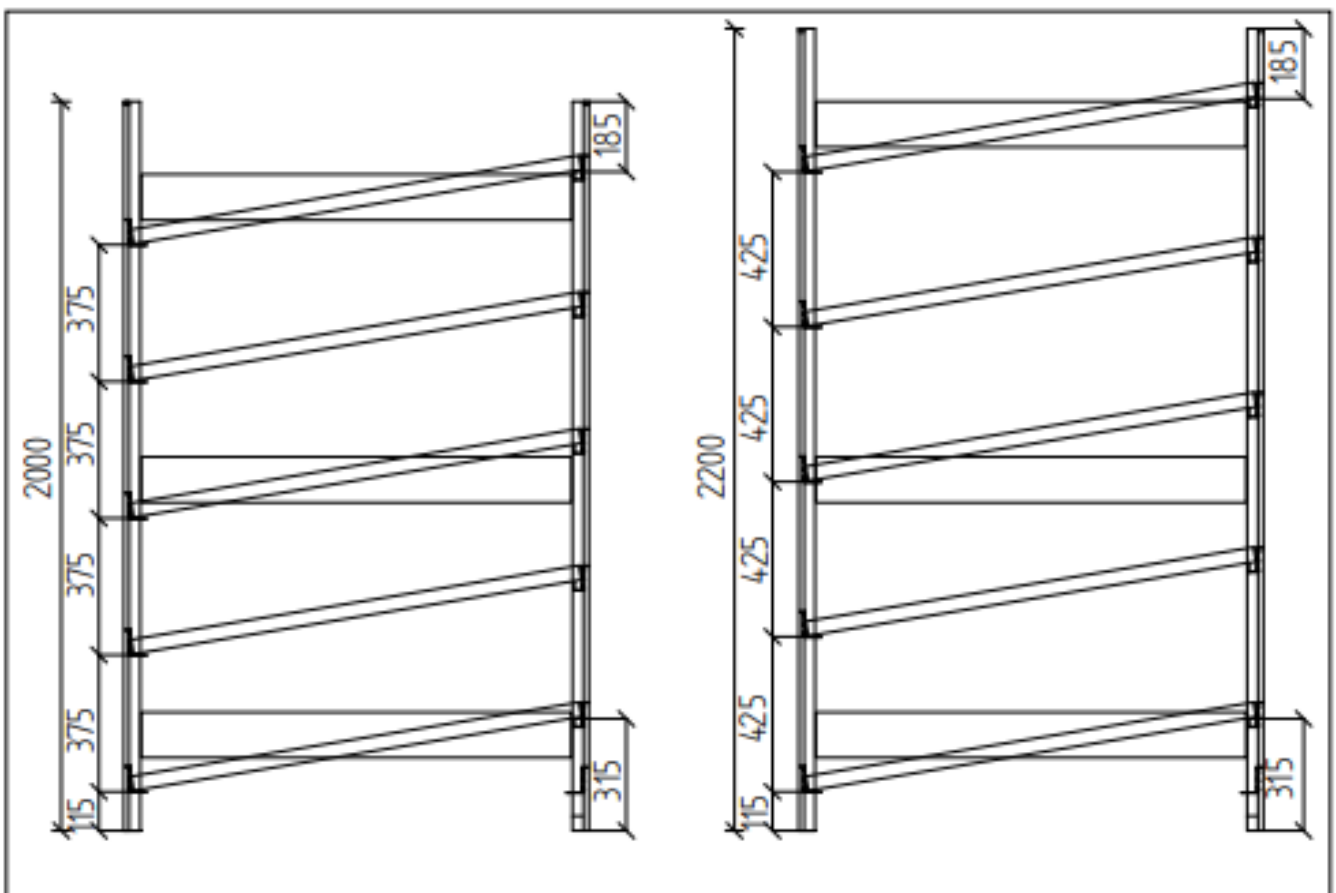

Abb. 11
- 1.8** Die Aussteifungstraversen für den obersten Fachboden werden entsprechend Abb. 11 eingehängt und mit Sicherungstiften gesichert. Anschließend werden die Seitenbleche und der Fachboden eingelegt.
- 1.9** Die übrigen Traversen, Seitenbleche und Fachböden werden in der Höhe gleichmäßig verteilt einmontiert (Abb. 11).